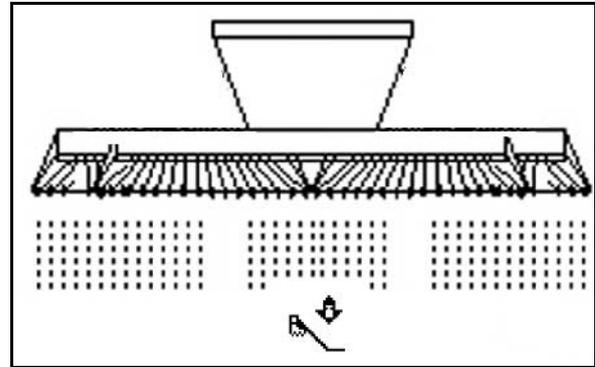

Fig. 57
1. Preseleccionar la presión de reja (Fig. 57).
1.  Preseleccionar la presión de reja/de rastrillo (Fig. 57).
1.  Preseleccionar profundidad de púas (Fig. 57).